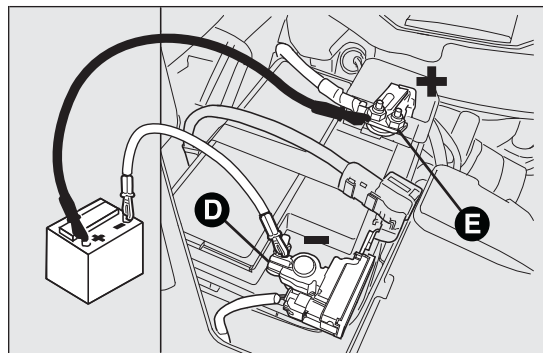

fig. 130
- brancher le câble positif de l'appareil de recharge au pôle positif de la batterie E fig. 130 et le câble négatif à la borne du capteur D ;